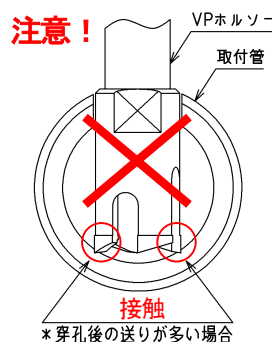

図 1
* 穿孔後の送りが多い場合 VP ホルソーが管内側底部に接触し漏水の原因となります。(図 1)